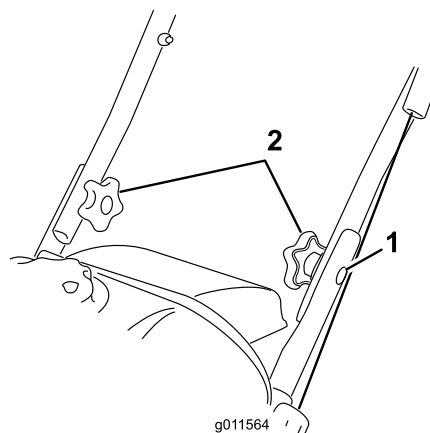

Figura 4
2. Inserite i bulloni a testa ovale nei fori allineati, con le teste sulla parte esterna della stegola (Figura 4).
1. Bullone a testa ovale (2)
3. Montate le rondelle curve e le manopole della stegola sui bulloni a testa ovale, sulla parte interna della stegola (Figura 4) e **serrate saldamente le manopole.**